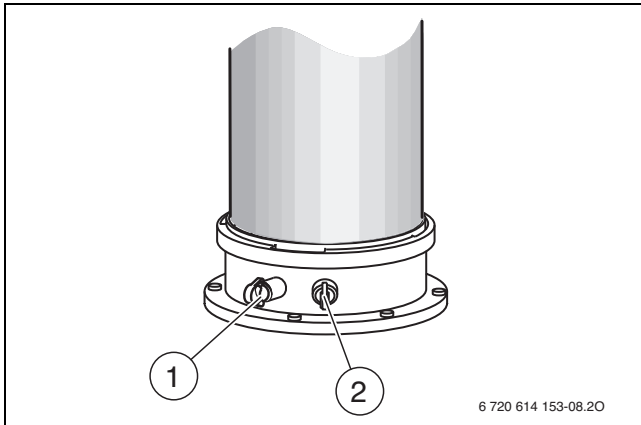

Bild 53 Abgasmessstutzen und Verbrennungsluft-Messstutzen
- ▶ Stopfen am Verbrennungsluft-Messstutzen (→ Bild 53, [2]) entfernen.
- ▶ Stopfen am Abgasmessstutzen (→ Bild 53, [1]) entfernen.